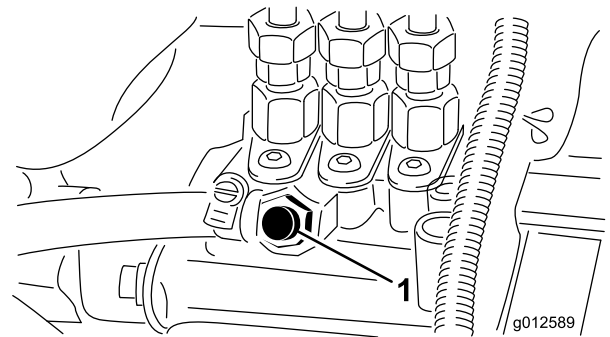

Figure 31
5. Desserrez la vis de purge sur la pompe d'injection (Figure 31).